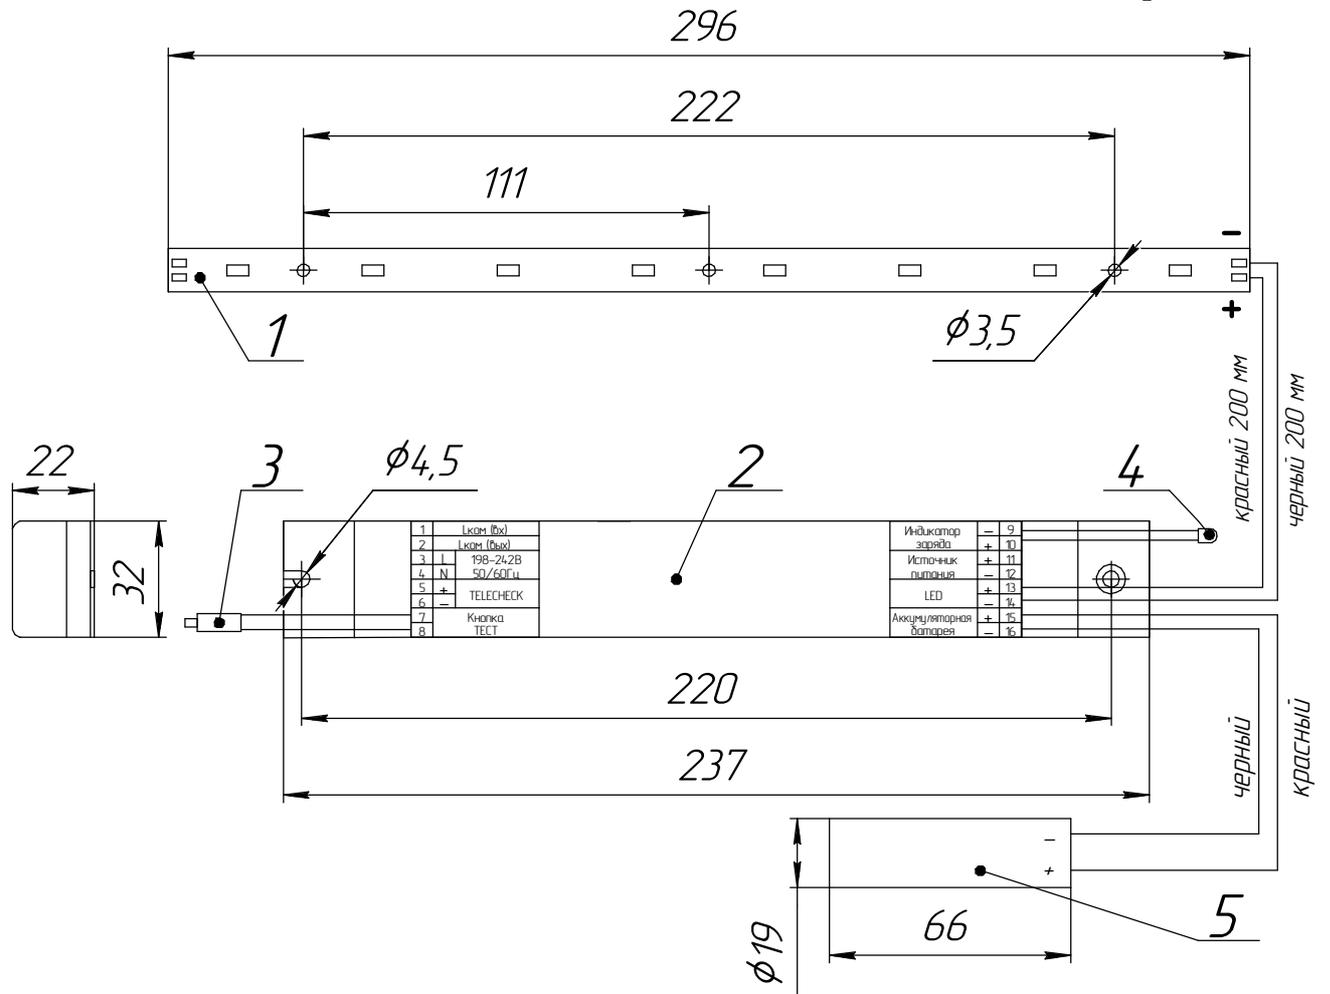

Рисунок 1 - Комплект блок аварийного питания ДБАП01:
4.2 Комплект блока аварийного питания, в соответствии с рис. 1 приложения А, состоит из светодиодного модуля поз. 1, устройства аварийного питания (УАП) поз. 2, кнопки "ТЕСТ" поз.3, индикатора заряда батареи поз. 4, аккумуляторной батареи (АКБ) поз. 5.
6.4 Комплект блока аварийного питания крепиться внутри светильника. Крепление элементов комплекта блока аварийного питания возможно с помощью крепежных отверстий (см. рисунок 1) или двухстороннего скотча (имеется на каждом элементе комплекта). Пиктограмма "А" наносится снаружи светильника.